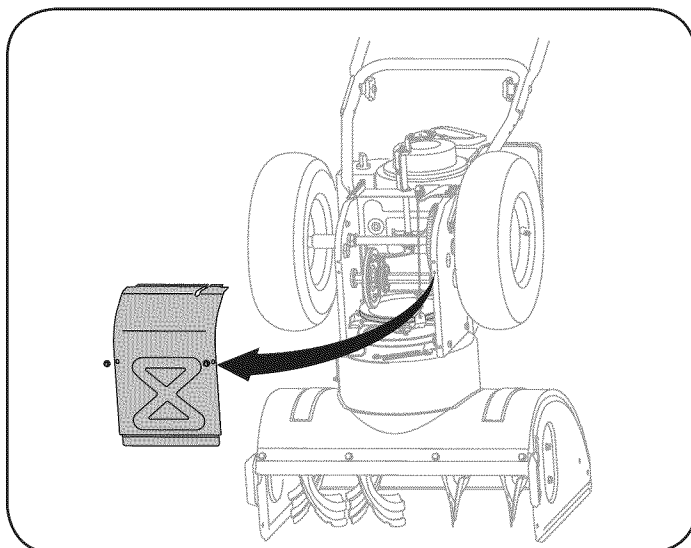

Figura 23
5. Saque la cubierta del marco desde debajo de la máquina quitanieve retirando los cuatro tornillos autorroscantes que la aseguran. Vea la figura 23.